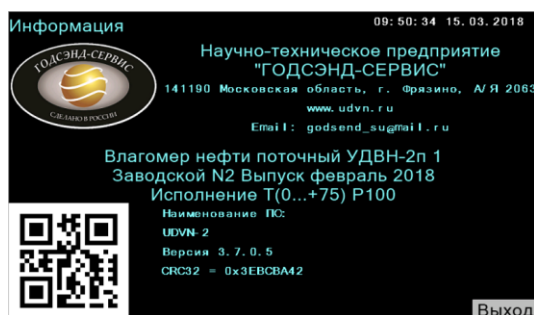

Рисунок 15 – Окно «Информация»
9.2.6 В окне «Информация» (рис.15) отображаются сведения об изготовителе и о влагомере. Эти сведения заносятся при выпуске влагомера и никаких изменений этого окна в течение всего срока эксплуатации не предусматривается.